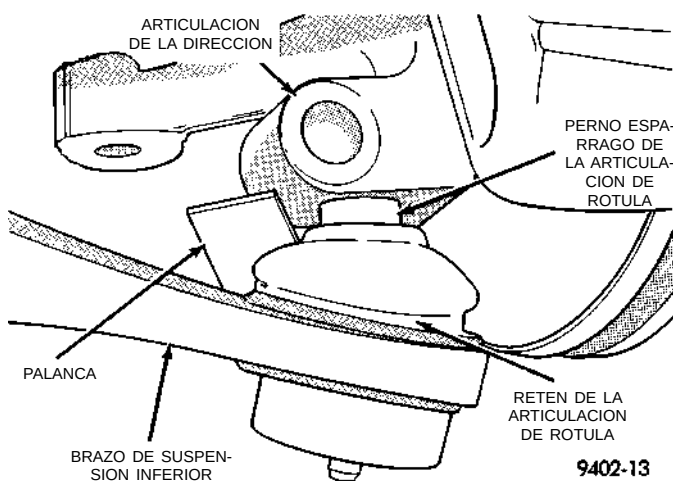

Fig. 35 *Separación de la articulación de rótula de la articulación de la dirección*
(5) Con una palanca, separe la articulación de la dirección del perno espárrago de la articulación de rótula (Fig. 35). **Al separar el perno espárrago de la articulación de rótula de la articulación de la dirección, tenga cuidado de que no se corte el retén de la primera.**